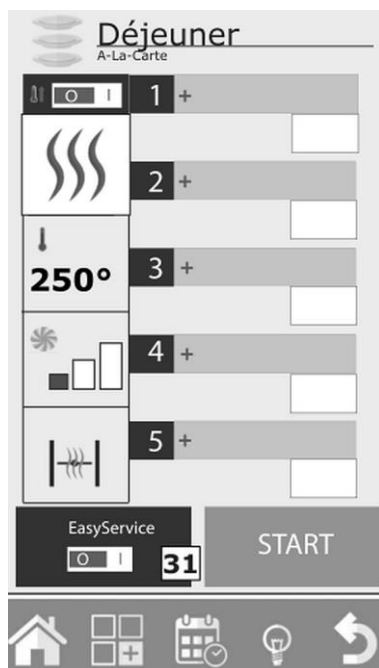

Fig. 37
1. Pour activer la fonction Easy Service, positionner l'interrupteur EasyService (31, Fig. 37) sur la position « I ».